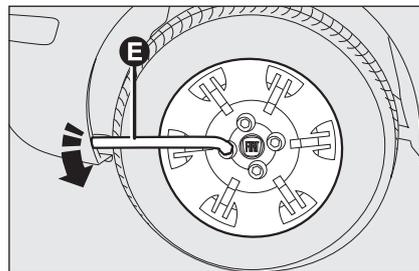

fig. 4
- dévisser d'environ un tour les boulons de fixation de la roue à remplacer en se servant de la clé fournie **E-fig. 4**;